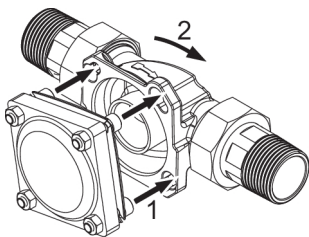
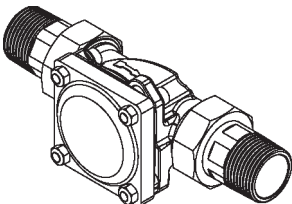

Abb. 2: Gerät ansetzen und einrasten
Abb. 3: Geräteanschluss eingerastet
1. Die Köpfe der vier Flanschschrauben durch die Bajonettbohrungen am Einbaudrehflansch stecken (siehe Abbildung 2).
2. Das Gerät im Uhrzeigersinn bis zum Anschlag drehen (siehe Abbildung 2 und Abbildung 3).